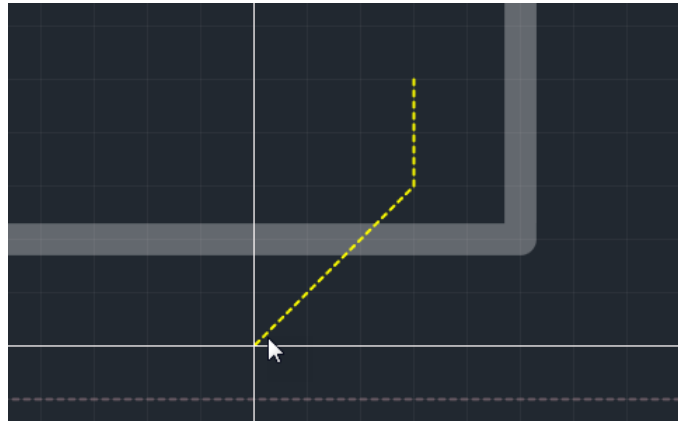

Рис. 306 Начало построения области металлизации
4. Перевести курсор на другую точку печатной платы, при этом между точками будут построены один или два отрезка, соответствующие граням формируемой области металлизации, см. Рис. 306. Количество отрезков зависит от режима работы инструмента «Разместить область металлизации», см. раздел Особенности размещения областей металлизации.